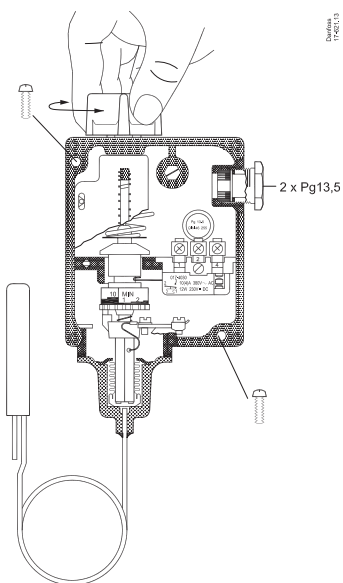
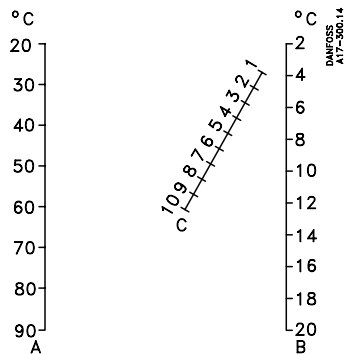

Fig. 7
Fig. 8
Set the thermostat ( fig. 7) to the function required (make or break) on falling temperature. Read the setting on the main scale fig. 7.
3. Set the differential adjusting nut fig. 7 on number 3 which can be found by reading of the nomogram in fig. 8.
Indstil termostaten (se figur 7) til den funktion - slutte eller bryde - som ønskes ved faldende temperatur. Aflæs indstilling på hovedskala fig. 7.
3. Indstil differensrullen fig. 7 på tallet 3 som fremkommer ved aflæsning af nomogrammet i figur 8.
Der Thermostat (siehe Fig. 7) ist auf die Funktion - Ein oder Aus - einzustellen, die bei abfallender Temperatur gewünscht wird. Die Einstellung ist an der Hauptskala Fig. 7 abzulesen.
3. Die Differenzrolle fig. 7 ist auf die Zahl 3 einzustellen, die auf dem nomogramm in Fig. 8 abzulesen ist.
Régler le thermostat (voir fig.7) pour la fonction désirée - fermeture ou ouverture du circuit - à température décroissante.
Relever le réglage sur l'échelle principale fig.7.